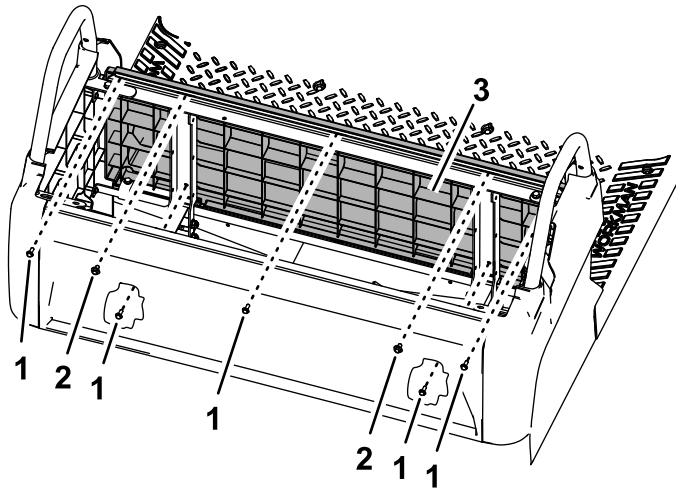

Figura 2
2. Rimuovete i 5 bulloni (n. 10 x 1/2") e 2 gruppi bulloni-rondelle (Figura 2).
5. Rimuovete il pannello della base del sedile posteriore (Figura 2).